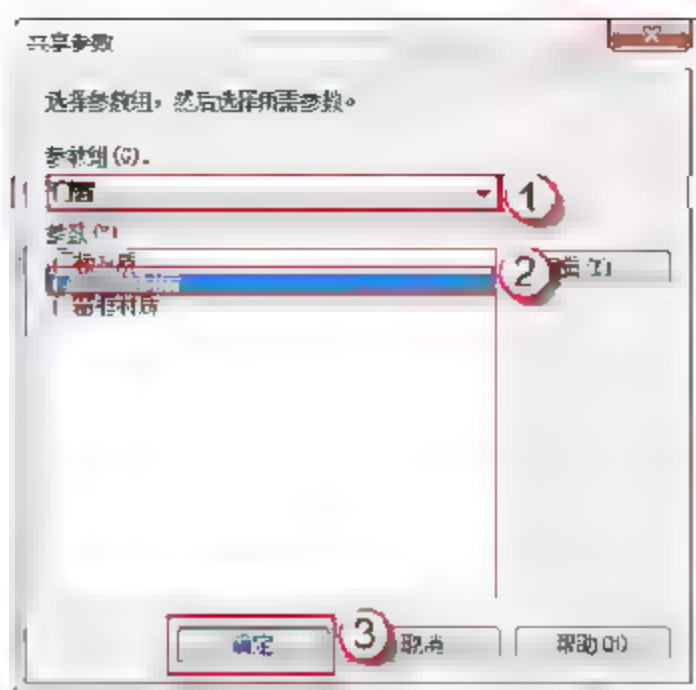

图 6.2.27 编辑 FM1534 乙上部窗户玻璃材质
(25) 添加 FM1534 乙上部窗户玻璃材质。选择 FM1534 乙上部窗户玻璃，在 FM1534 乙上部窗户玻璃的“属性”面板中，单击“材质和装饰”栏“材质”右侧的空白按钮，弹出“关联族参数”对话框，单击“添加参数(D)”按钮，弹出“参数属性”对话框，选中“共享参数”单选按钮，单击“确定”按钮，弹出“共享参数”对话框。在“参数组(G)”中选择“门窗”选项，在“参数(P)”中选择“门窗玻璃材质”选项，单击“确定”按钮，如图 6.2.27 所示。